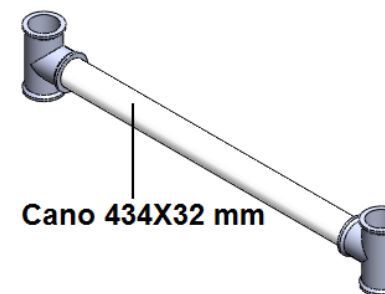

Figura 44. Montagem Final – Passo 17
- Passo 17: Junte o cano 434X32 mm com 2 conexões “T 32 mm”, como mostrado na figura 44 (1 unidade);